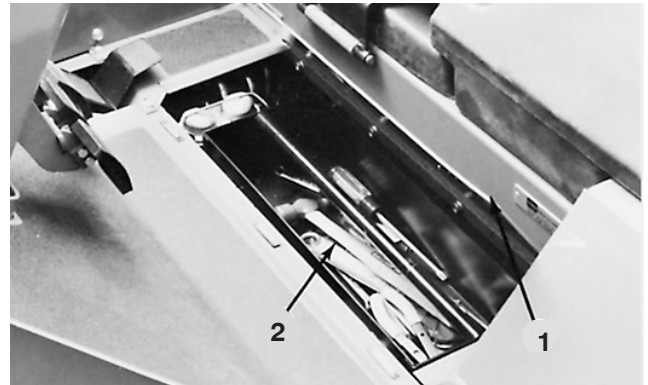

Bild 56
1. Heben Sie die Bodenplatte vor dem Sitz an (Bild 56). Nehmen Sie die Werkzeugkiste heraus.
2. Nehmen Sie das Mähwerkklappp Verbindungsteil aus der Werkzeugkiste unter dem Zugmaschinenboden (Bild 56) und klemmen Sie die Stifte von den Schweißteilen an den Zugmaschinenrahmen und den Mähwerkhubarm.